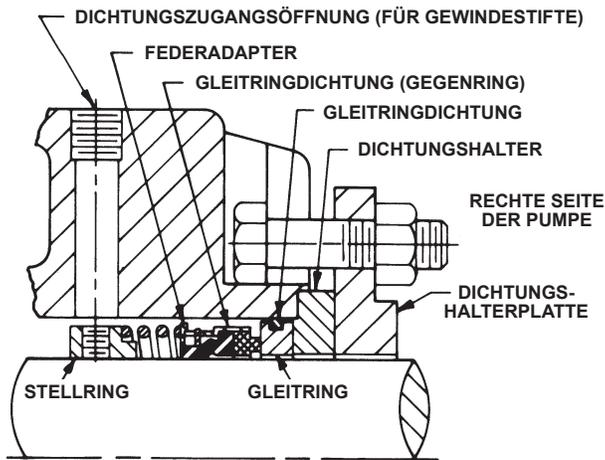

ABBILDUNG 6 –
4. Die standardmäßige Gleitringdichtung (Faltenbalgausführung in Synthetikgummi) verfügt über einen Stellingring hinter der Dichtungsfeder. Zwei Gewindestifte müssen gelockert werden, bevor die Welle ausgebaut werden kann. Zugang zu den Stellingring-Gewindestiften erfolgt durch die Dichtungszugangsöffnung an der rechten Seite der Befestigungshalterung (vom Wellenende aus gesehen, **siehe Abbildung 6.**)